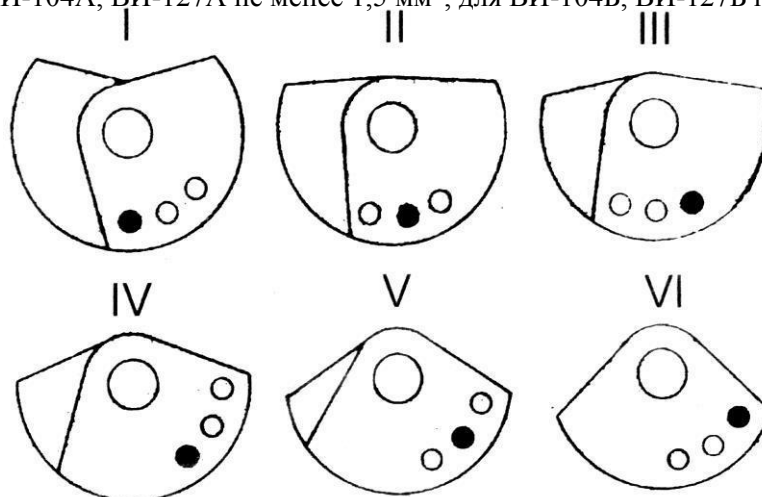

Рис.3. Схема регулировки статического момента
4.5. Для регулирования величины вынуждающей силы вибратора дебалансы на обоих концах вала выполнены двойными. Дебалансы, расположенные ближе к двигателю, соединены через шпонку с валом ротора. Дебалансы, расположенные ближе к концу вала, являются поворотными относительно вала. Регулирование осуществляется путем изменения взаимного расположения дебалансов на обоих концах вала. (рис. 3, п. 6.5)
- 6.5. До начала работы установить дебалансы вибратора в положение, соответствующее выбранному статическому моменту согласно рис. 3 таблицы 7, для чего, при снятых крышках, ограждающих дебалансы, следует вывернуть болты, соединяющие парные дебалансы на обоих концах вала и снова соединить их болтами в нужном положении.